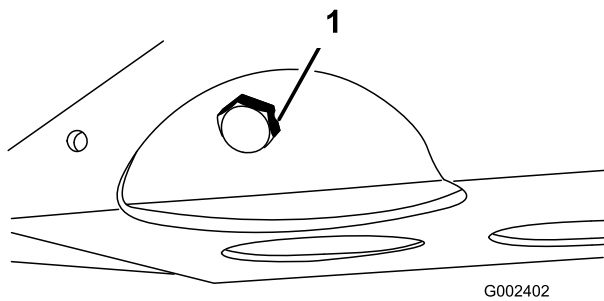

Figura 43
2. Retire el tapón de vaciado y deje fluir el aceite a un recipiente apropiado (Figura 43). Cuando el aceite deje de fluir, coloque el tapón de vaciado.